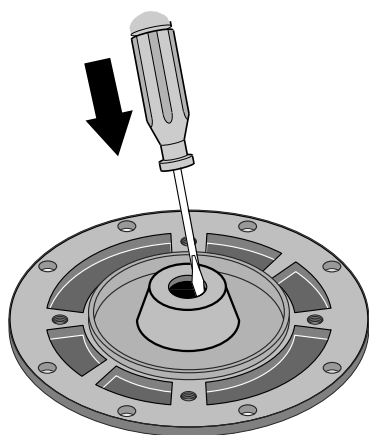

Figure 21 - Chasser le joint
- 5° Poser la moitié de la surface de la plaque d'étanchéité (en l'orientant vers le bas) sur une surface plane, puis chasser la moitié fixe du joint (voir la Figure 21).